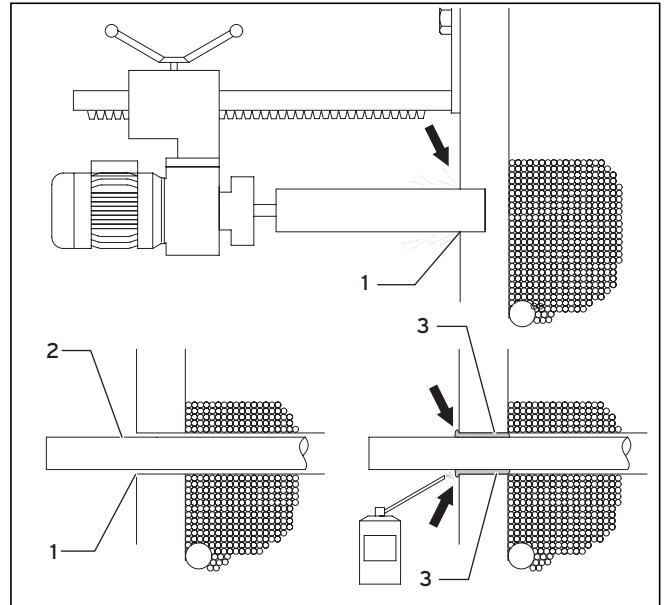

Abb. 4.3 Vorbereitende Arbeiten im Aufstellungsraum
- Führen Sie unter Berücksichtigung der Geräte- und Anschlussabmessungen min. zwei Kernbohrungen aus (siehe Abb. 4.3, Pos. **1**).